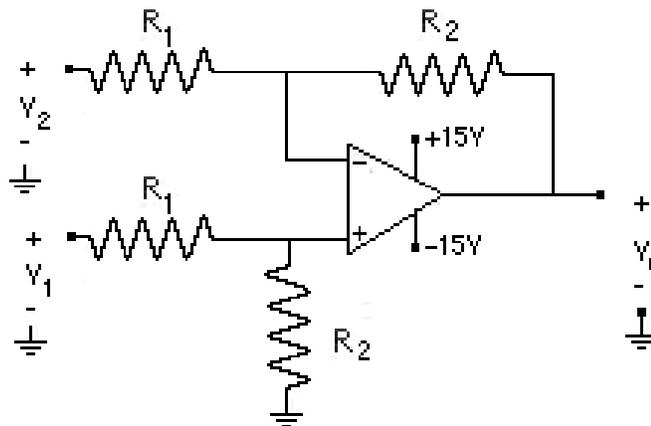

Figura 1.- Amplificador diferencial básico
- 2.- Deduzca la expresión del voltaje de salida para el amplificador diferencial básico cuyo circuito se muestra en la Figura 1, considerando que el amplificador operacional es ideal, utilizando los valores indicados por su profesor y alimentándolo con fuentes de $\pm 15V$. Indique cuál es la función principal de este circuito.
- 3.- Monte el amplificador diferencial mostrado en la Figura 1. Asegúrese de que las fuentes de alimentación de 15V y -15V lleguen a los pines correspondientes del amplificador.